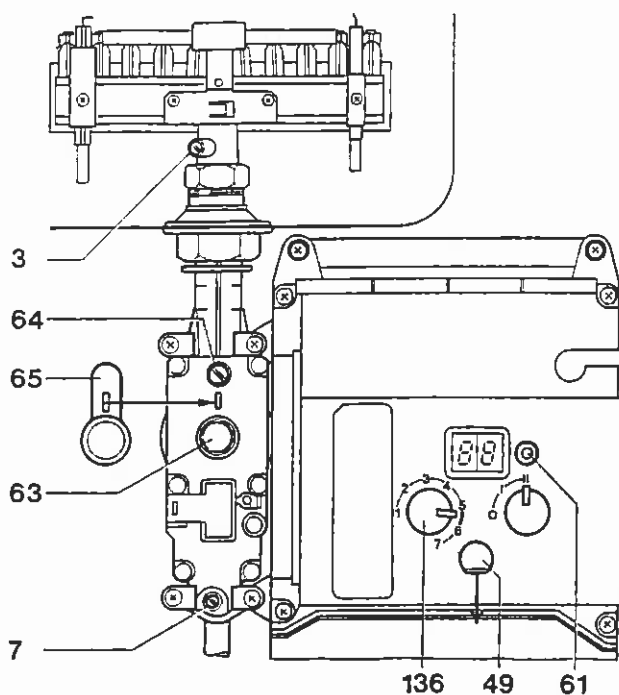

Fig 30: Gasarmatur CE 426
1. Den plomberede afdækning 65, fig 30 over begge gasindstillingsskruer aftages.